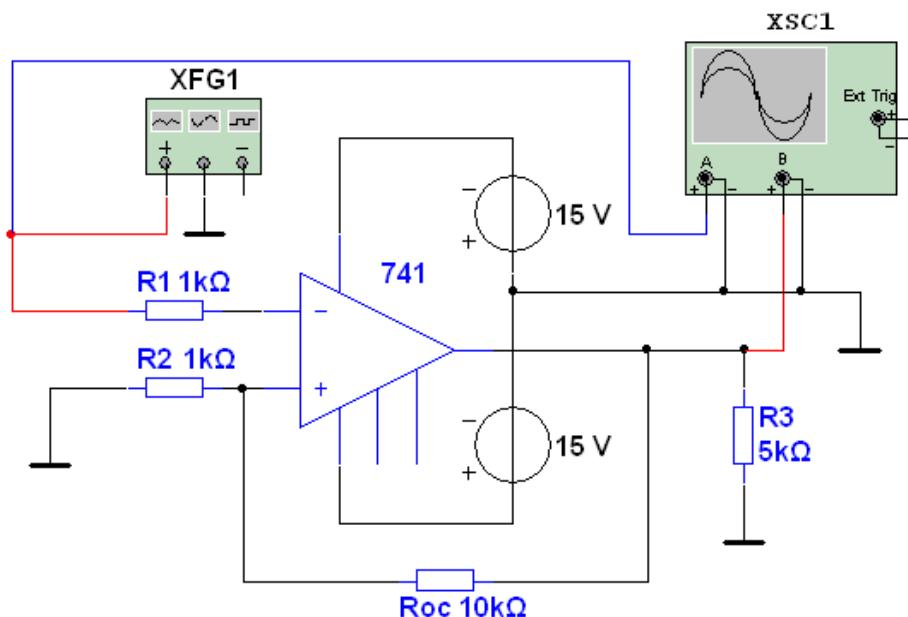

Рис.9.2
9.2.4. Для исследования триггера Шмитта на операционном усилителе соберите схему, приведенную на рис. 9.2. Установите сопротивление резисторов R1 и R2 1 кОм, а сопротивление резистора Roc 10 кОм.